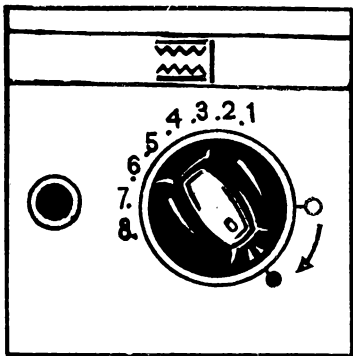

Рис. 6. Включены жарочная горелка.
- нажмите ручку термостатического крана и поверните ее по ходу часовой стрелки до упора (рис. 6);